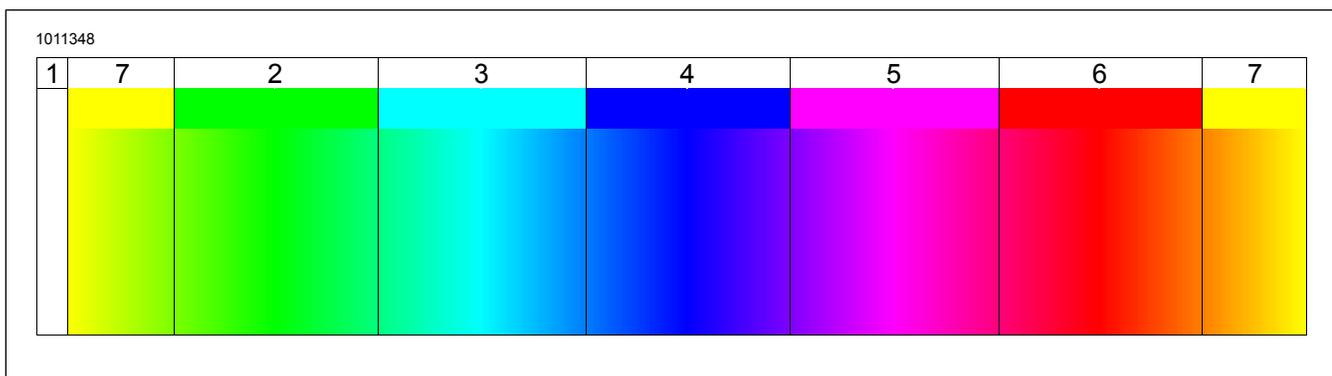

Figura 4. Espectro de color
- Vea la Figura 4. Hay siete zonas de color preestablecidas disponibles. Cada una tiene una serie de tonos: